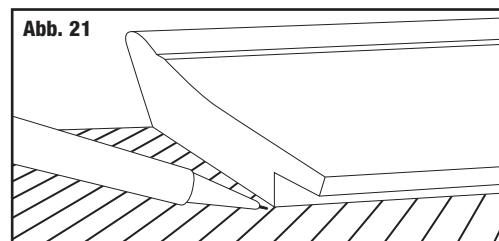

Abb. 21
3. Um den Stopp einzustellen, schieben Sie das Leistenende mit Gehrung auf die gewünschte Position. Richten Sie den Leistenfalg auf der Skalamarkierung des gewünschten Maßes aus. (Abb. 21)